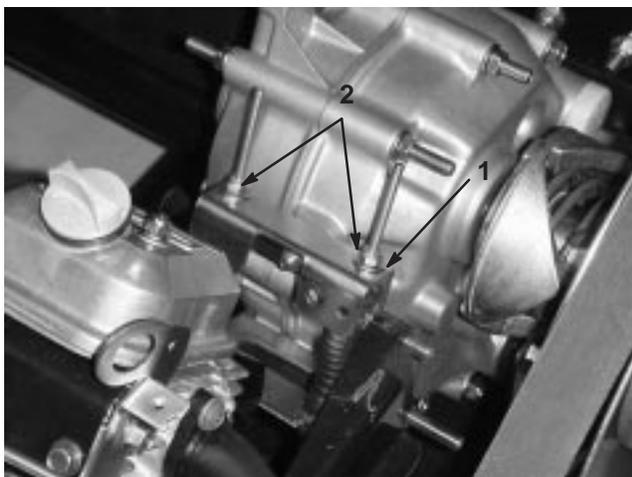

Figure 26
Lors des entretiens courants et/ou des diagnostics du moteur, vous devez placer la boîte-pont au point mort (Fig. 26). La position point mort du levier de vitesses du véhicule commande le point mort de la boîte-pont. Procédez comme suit pour vérifier que le point mort du levier de vitesses actionne correctement le point mort de la boîte-pont :
2. Assurez-vous que la patte de réglage du point mort est en position point mort (horizontale) en tournant l'embrayage (Fig. 26). Le véhicule ne doit pas avancer ni reculer. S'il se déplace, placez manuellement la patte de réglage à la position point mort.
3. Serrez l'un des contre-écrous (Fig. 26) juste assez pour éliminer le mou du câble de changement de vitesses.